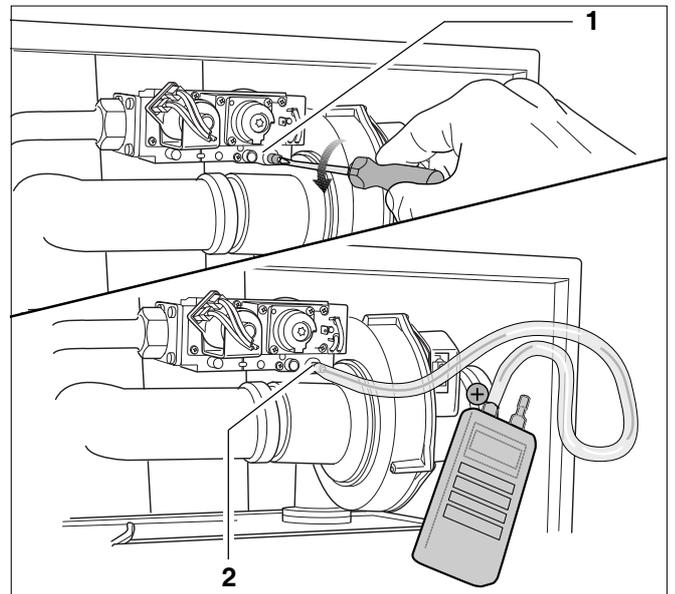

Fig. 66 Controllare il rapporto gas/aria
- Allentare di 2 giri la vite di chiusura della presa di pressione al della pressione del bruciatore (fig. 66, **pos. 1**).
- Collegare la presa (+) positiva del manometro digitale per la misurazione della pressione alla presa di pressione del bruciatore mediante un tubo flessibile al silicone (fig. 66, **pos. 2**).